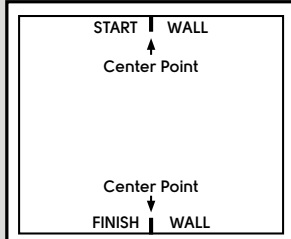

Figure. 1
1. Agencement du motif : mesurez pour déterminer le milieu de la pièce sur le mur de départ et le mur final (Figure 1).